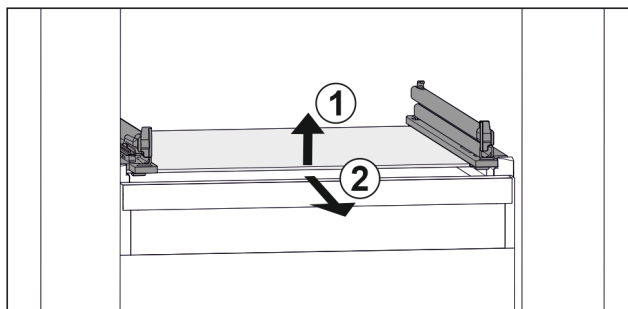

Fig. 140 Примерно изображение на стъклената плоча
- ▶ Повдигнете стъклената плоча отпред. *Fig. 140 (1)*
- ▶ Извадете стъклената плоча напред. *Fig. 140 (2)*